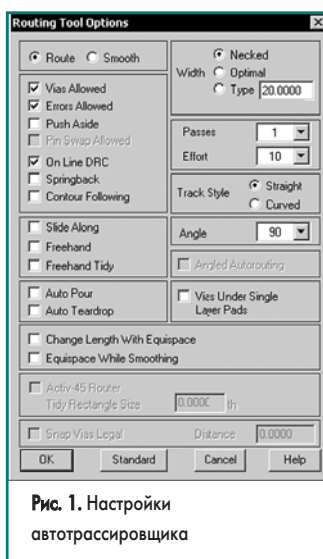

Рис. 1. Настройки автотрассировщика
2. В появившемся окне Routing Tool Options сделаем настройки, как показано на рис. 1, а именно: разрешим добавление переходных отверстий (Vias Allowed) и трассировку с нарушениями (Errors